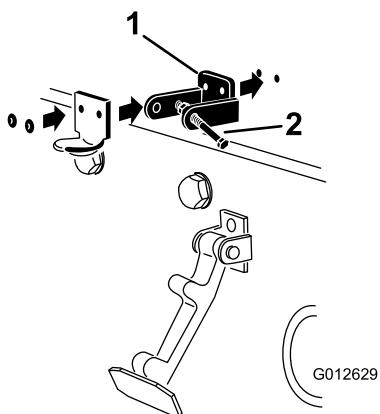

Figura 4
4. Alinhe os orifícios do suporte do trinco do capot, o suporte do trinco CE e o capot, como se mostra na Figura 4.
Nota: Alinhe o suporte do trinco CE com o capot (Figura 4). Não retire o parafuso nem a porca dos braços do suporte do trinco CE.
6. Aplique rebites nos suportes e nas anilhas no capot (Figura 4).